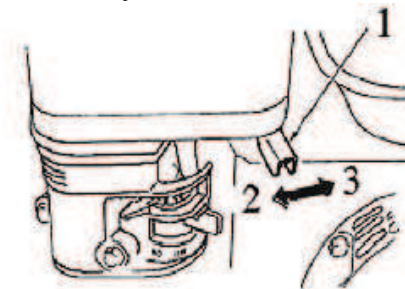

рис. 12
- установить рычаг управления дроссельной заслонкой влево (см. рис. 12)